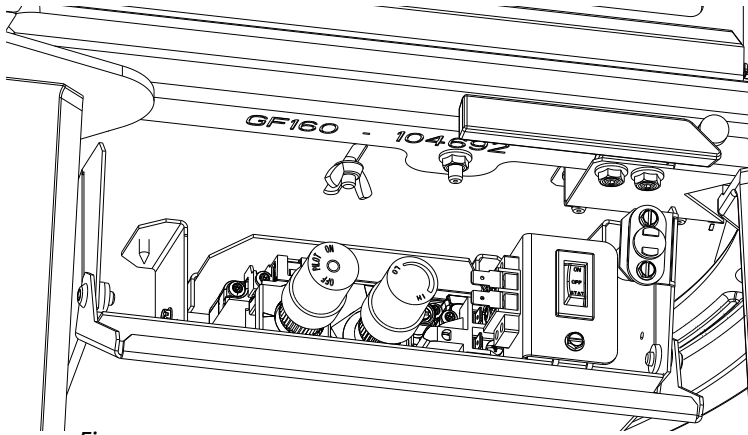

Figure 7.1.
3. Ouvrez le panneau des contrôles sous la chambre de combustion. Desserrez l'écrou à oreilles de l'obturateur d'air situé sous le plancher de chambre de combustion et poussez sa tige complètement à l'arrière. Voir fig.7.1.